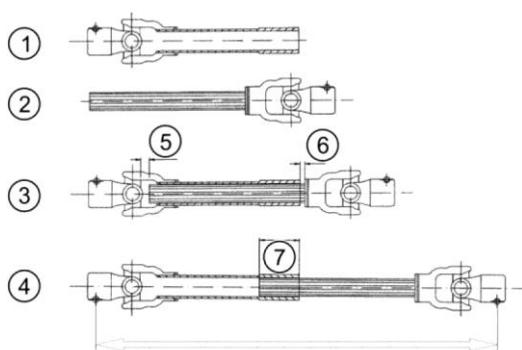
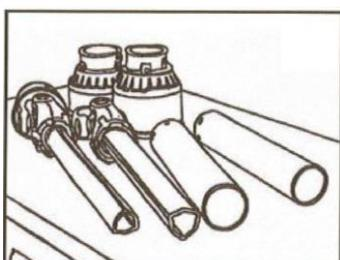

Рис. 25. Пограничные условия для определения заданных длин
Рис. 26. Приводной карданный вал в разобранном виде
- Длину внутренней части (2) (Рис. 25) выберите таким образом, чтобы выполнялись пограничные условия (5)-(7):
- Во вставленном состоянии (3) внутренняя часть должна быть на расстоянии от крестовины карданного шарнира внешней части не менее 20 мм (5). Профилированный стакан внешней части не должен находиться непосредственно у вилки внутренней части (6).
- В выдвинутом состоянии (4) внешняя часть и внутренняя часть должны перекрывать друг друга на отрезке не менее чем на 100-120 мм
- Снимите защитное устройство с внешней и внутренней части (Рис. 26)